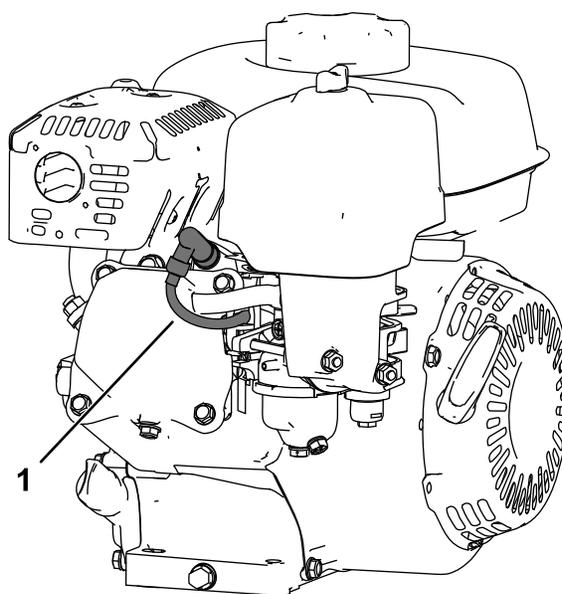

Рисунок 27
5. Отсоедините провод свечи зажигания (Рисунок 27).